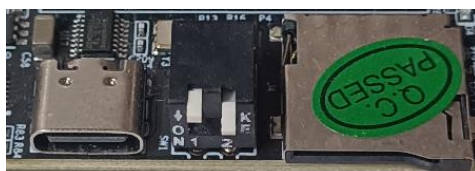

图 1-45 QSPI 启动模式
(5) 接下来将开发板切换到 QSPI 模式 (↑↓), 如图 1-45 所示: